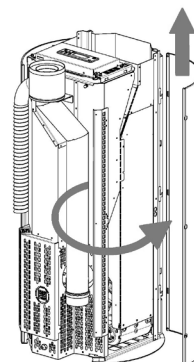

Fig. 74 - Desmontaje de la pared lateral
- Abra la pared lateral y desengánchela de los dientes (ver **Fig. 74**).